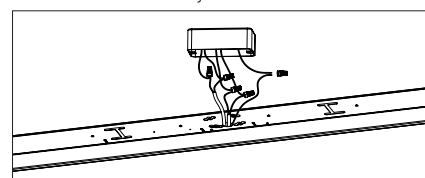

Figure 7
- b. Branchez les fils d'alimentation du luminaire aux fils correspondants (NOIR avec NOIR, BLANC avec BLANC, VERT avec VERT) et sécurisez le tout avec les serre-fils (pièce DD-P4). (Figures 7 et 8)
- c. Branchez les fils de gradation aux fils correspondants (VIOLET avec VIOLET, ROSE avec ROSE) et fixez-les avec les serre-fils (pièce DD-P1). (Figures 7 et 8)